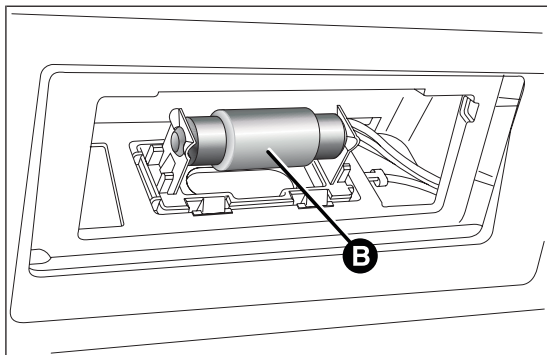

fig. 178
- ☐ sostituire la lampada B fig. 178, svincolandola dai contatti laterali;